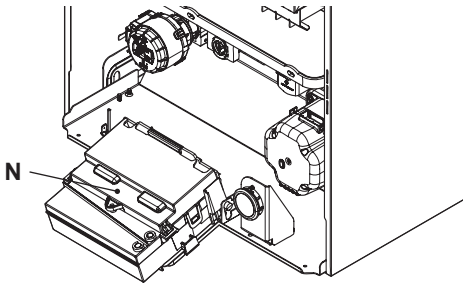

Figura 5.15
- Individuare il coperchio copri morsettiera N (Figura 5.15) rimuovere le viti di tenuta ed aprirlo.